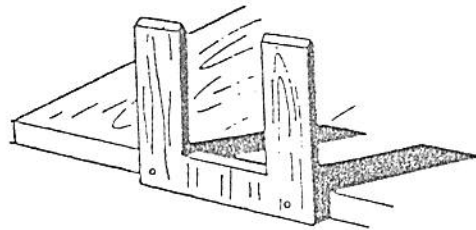

Fig. 145. — Support de centrage fixé au bord d'une table.
b) Placer l'appareil sur un support découpé d'avance dans une planchette 20/10 et cloué contre le rebord d'une table (fig. 145).